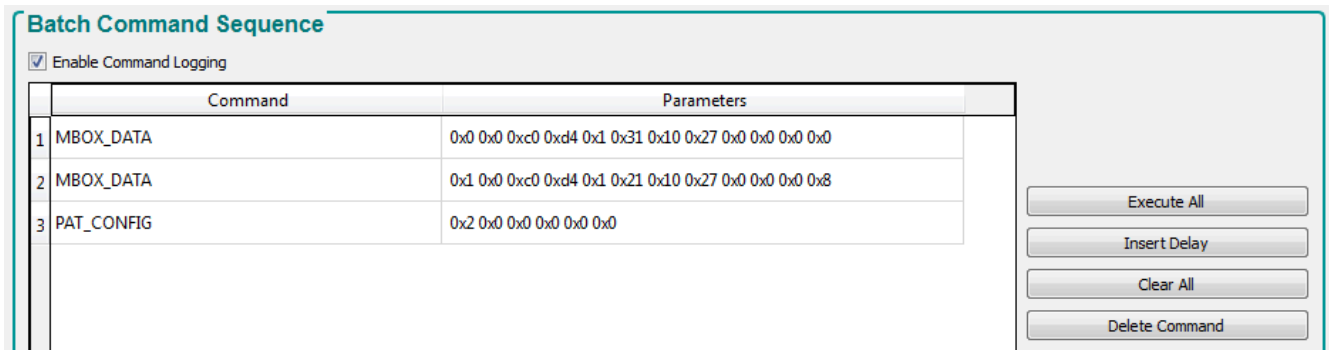
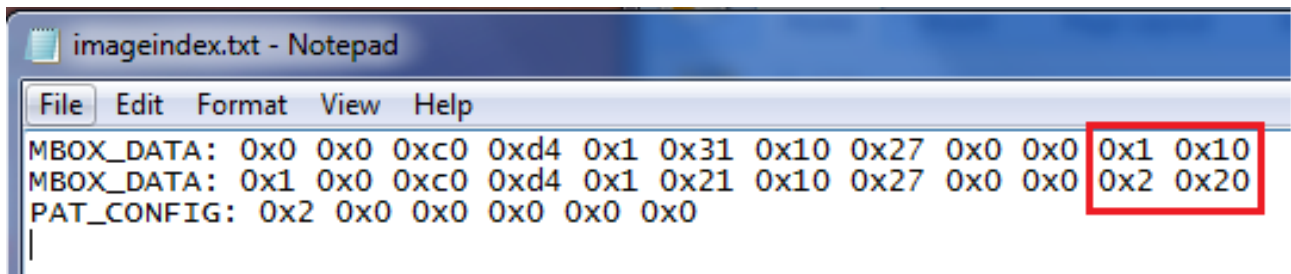

図 3-24. パターン LUT の定義と構成
図 3-25. インデックスとビット位置の更新
10. 図 3-24 に、パターン シーケンスの [Pattern LUT Definition] と [Configuration] が表示されます。
16. メモ帳や、他のエディタを使用して、手順 11 で保存したバッチ ファイルを開いて編集します。このファイルは通常、C:\Texas Instruments-DLP\DLPC900REF-SW-5.0.0\DLPC900REF-GUI\Images and Batch files\ フォルダ内で、どの DLPC900 DMD EVM が使用されるかに応じて、LCR[DMD]\_Images\ フォルダに保存されます。図 3-25 に示すように、画像のインデックスとビット位置を変更します。パターン LUT の定義および構成コマンドの詳細については、『DLPC900 プログラマ ガイド』(DLPU018) を参照してください。
17. 2 つのパターンについて、画像のインデックスと画像のビット位置を、図 3-25 に示します。これらの値は、図 3-24 の値から変更されています。[Save] をクリックして、新しいバッチ ファイルを保存します。